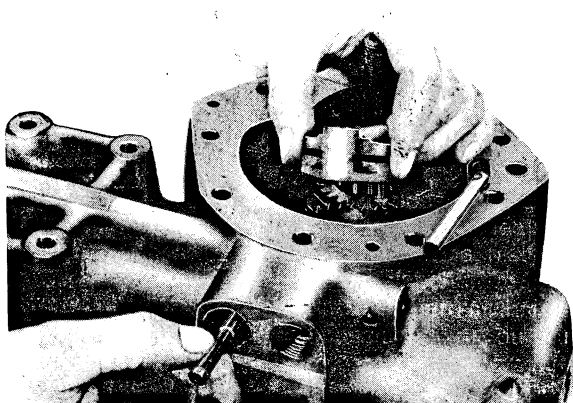

Fig. 13.
- Pasbouten (180) uit de tuimelaar (181) draaien. Plunjerkleppen (193 en 194), tuimelaar (181) en tandsegment (182) verwijderen (fig. 13).
- Dévisser les boulons ajustés (180) du culbuteur (181). Déposer les pistons de soupape (193 et 194), le culbuteur (181) et le segment denté (182) (fig. 13).